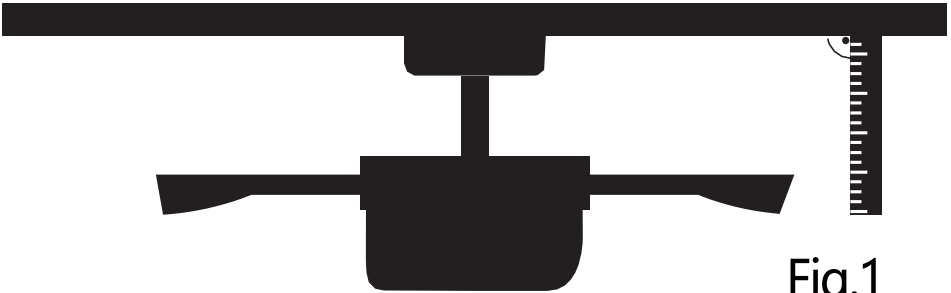

Fig.1
1. De ventilatorbladen hangen niet parallel met het plafond. Voor controle zie afb. 1.
2. Schakel de ventilator uit. Kies een blad en plaats een klemmetje (zie afbeelding 1 hieronder) halverwege de schroefbevestiging en het uiteinde.
1. The fan blades are not parallel to the ceiling. See Fig.1 how to inspect